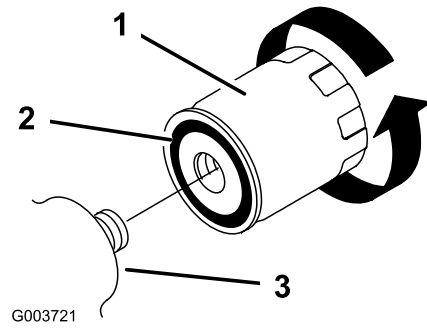

Figure 40
5. Enlevez le filtre à huile usagé (Figure 40) et essuyez la surface de l'adaptateur.
6. Appliquez une fine couche de liquide hydraulique sur le joint en caoutchouc du filtre de rechange (Figure 40).
7. Montez le filtre de rechange sur l'adaptateur (Figure 40). Tournez le filtre dans le sens horaire jusqu'à ce que le joint rejoigne l'adaptateur, puis donnez 1/2 de tour supplémentaire.